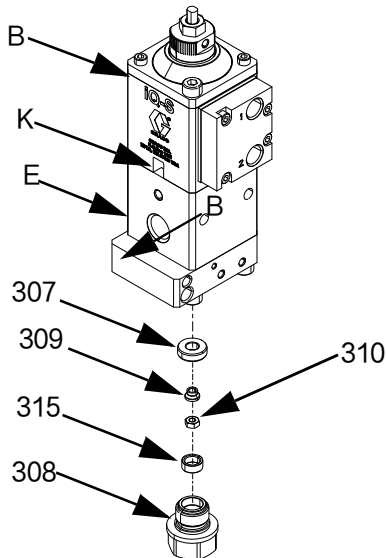

图 10
3. 如果使用回吸阀 (iQ-S)、则必须先拆除回吸胶嘴 (309)、然后才能断开空气部分 (B) 与流体部分 (E) 的连接。参见图 10。